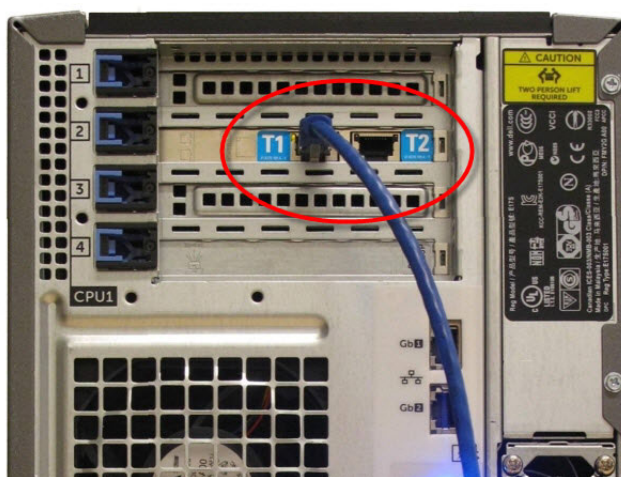

Рисунок 151: Порты терминалов контроллера
2. Отсоедините сетевой шнур терминала от порта, обозначенного **T1** или **T2** на основном контроллере, и подсоедините этот шнур к такому же порту на вспомогательном контроллере. См. Рисунок 151.